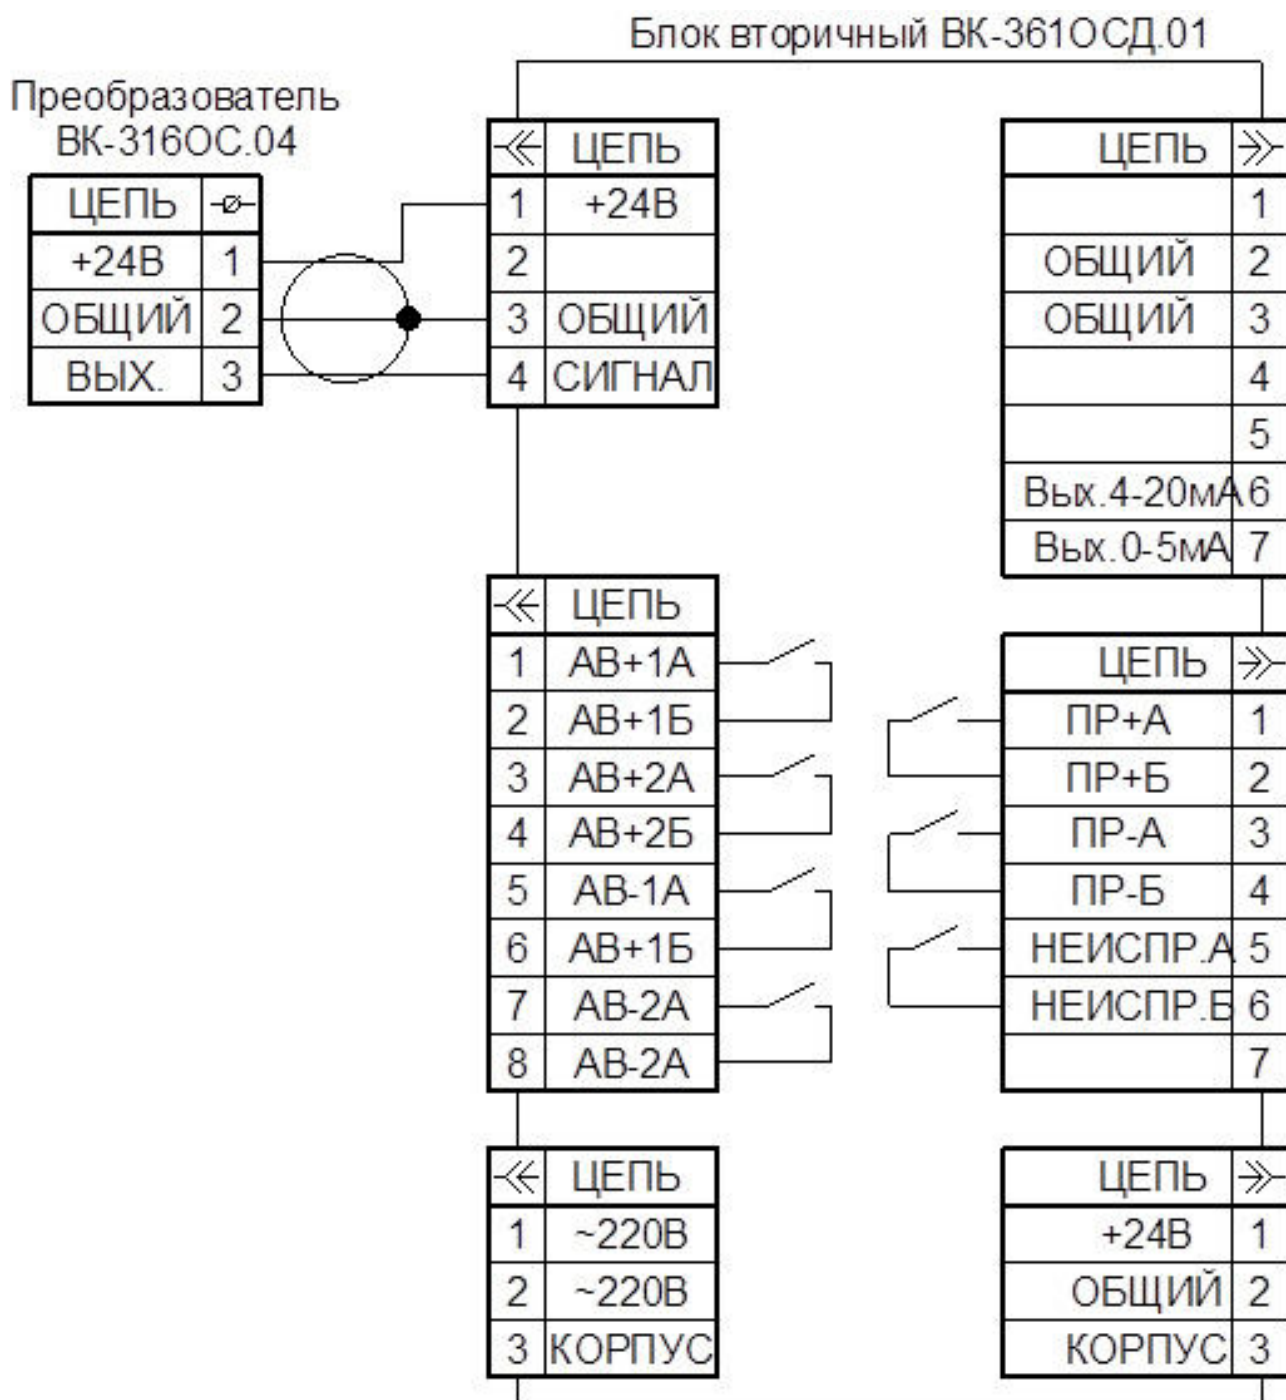

Рис. 7
- Провести соединение блоков в по схеме, приведенной на рис. 7. Кабель от усилителя согласующего должен иметь жилы, заключенные в экран.